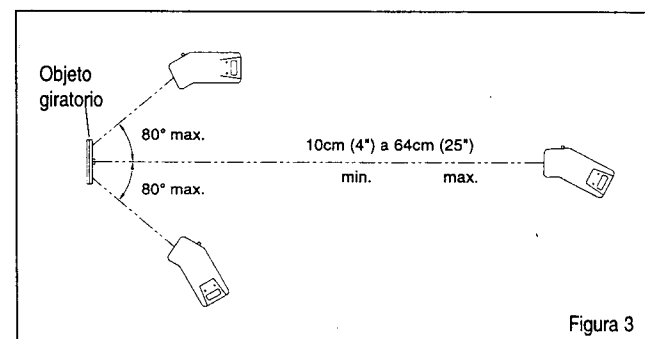

Figura 3
3. Dirija el 780 hacia el objeto que se va a medir, manteniendo los límites de distancia y ángulo como se muestra en la Figura 3.